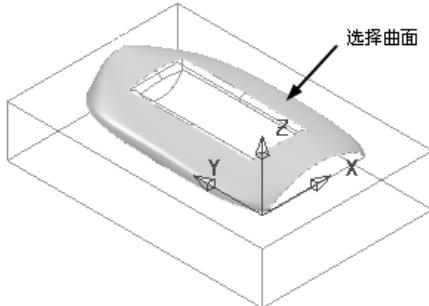

图 3-78 选择曲面 1
- 2) 选择图 3-78 所示的曲面，然后单击“插入模型”按钮 ，单击“边界”对话框的“接受”按钮即可完成边界创建。